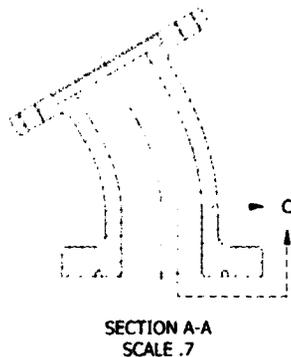

Рис. 2.20. Перемещение области выносного вида для лучшей детализации
5. Выделите текст **SECTION A-A** и перетащите по центру вида. На рис. 2.20 показан результат.